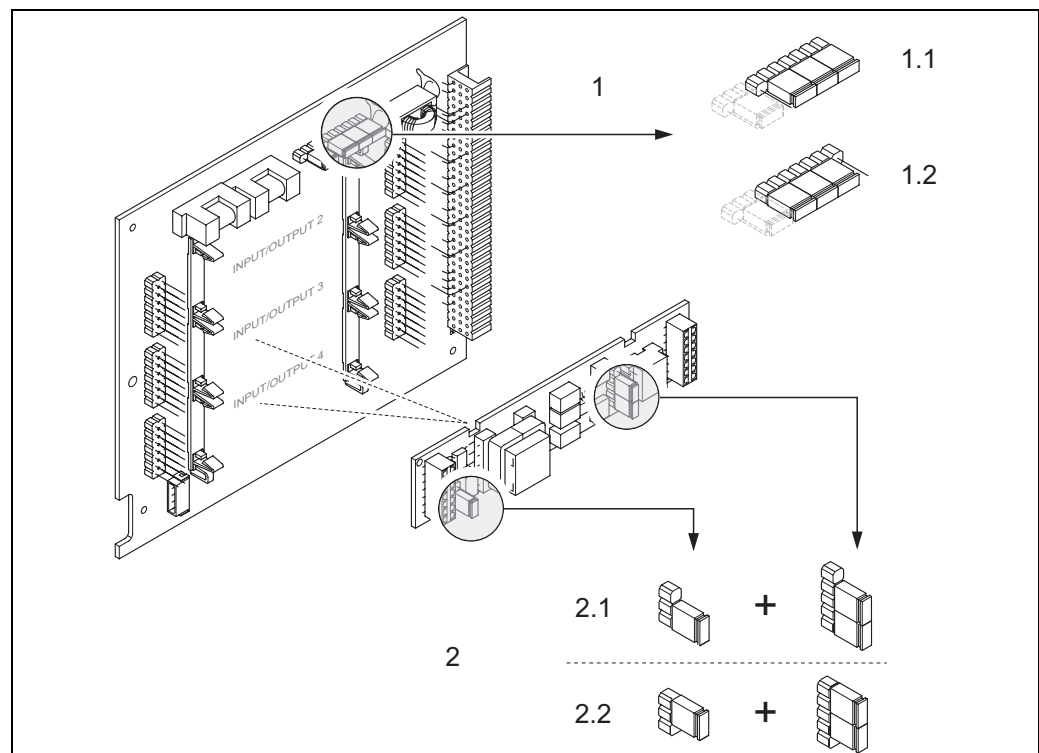

Fig. 39: Configurazione delle uscite in corrente mediante i ponticelli (scheda di I/O)
3. Installare i ponticelli → Fig. 39